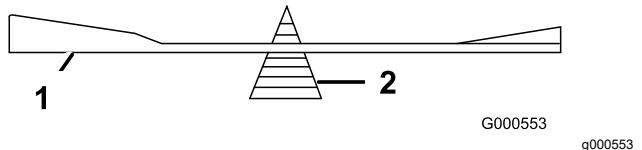

Figura 95
2. Vérifiez l'équilibre de la lame en la plaçant sur un équilibrEUR (Figura 95).